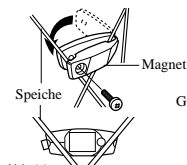

Abb.14
- Befestigen Sie den Magneten an den rechten Speichen des Vorderades. Die Speichen müssen einwandfrei durch die Innenseite des Magneten laufen (wie in Abb. 14 dargestellt).